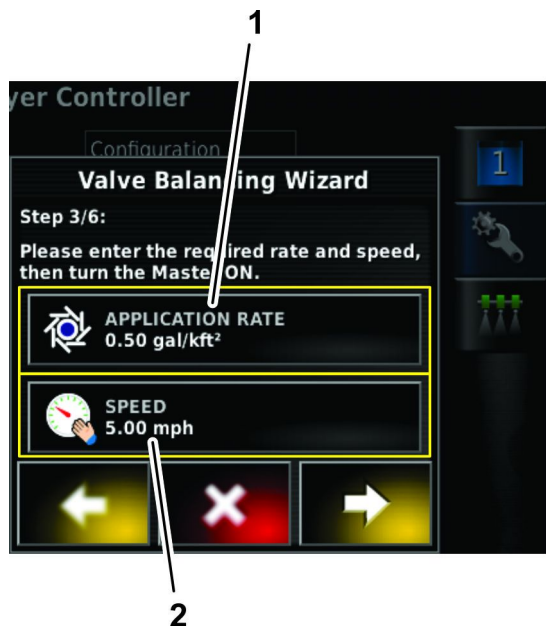

图 49
4. 在阀门平衡向导的第 3 步如果需要设置不同的喷洒率请按喷洒率图标 图 49。
6. 在阀门平衡向导的第 3 步如果需要设置不同的打药车地面行驶速度请按速度图标 图 49。